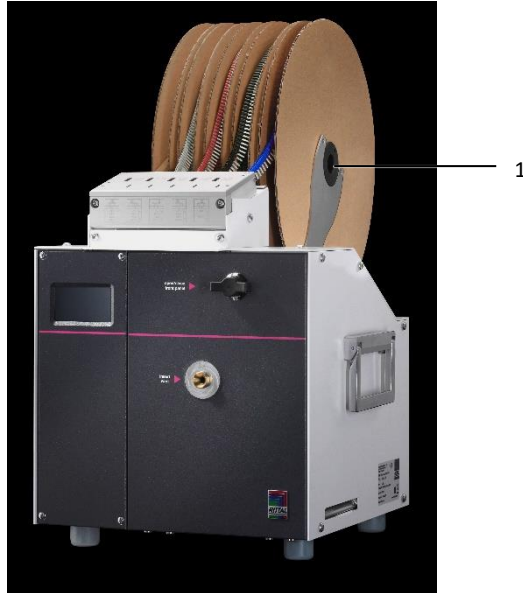

图 8: 接线端头卷的位置
- 放置接线端头卷 (图 8, 项号 1) 时, 确保能够从下方向上将其展开。